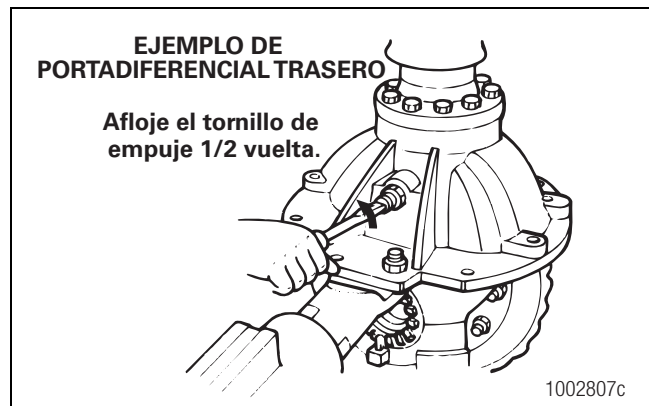

Figura 5.61
4. Afloje el tornillo de empuje media vuelta o 180 grados. Figura 5.61.